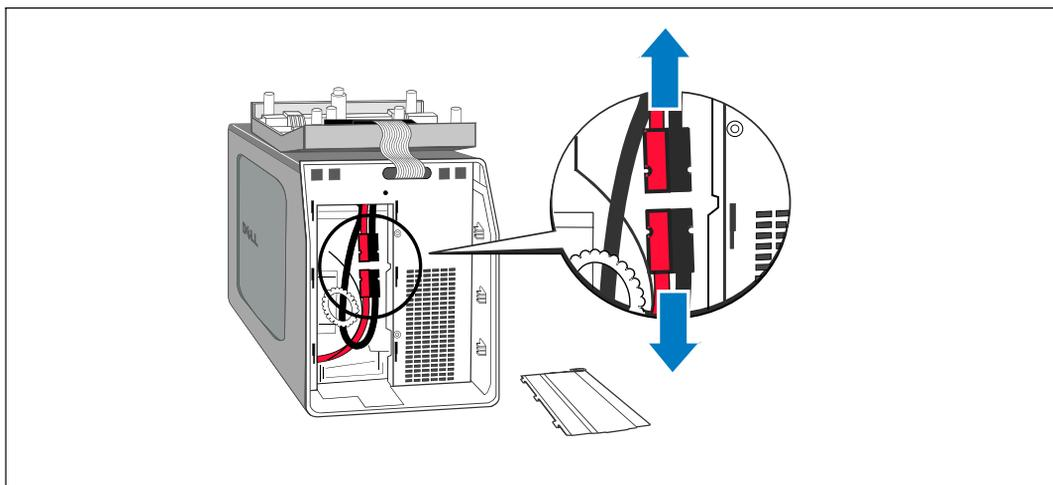

Рис. 26. Отсоединение разъемов внутренних батарей
- 4 Отсоедините разъем внутренней батареи (см. Рис. 26).